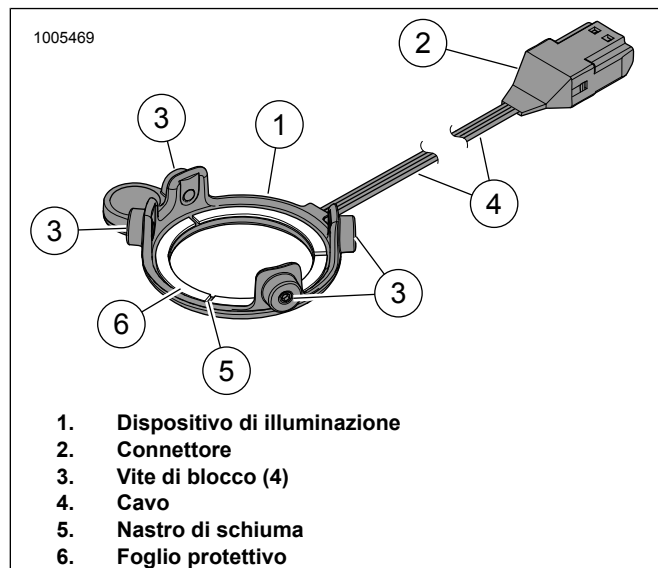

Figura 9. Luce LED, altoparlante rotondo Stage I
3. Vedere la figura 9. Rimuovere il foglio protettivo (6) dal nastro di schiuma (5) sul retro del dispositivo di illuminazione (1).